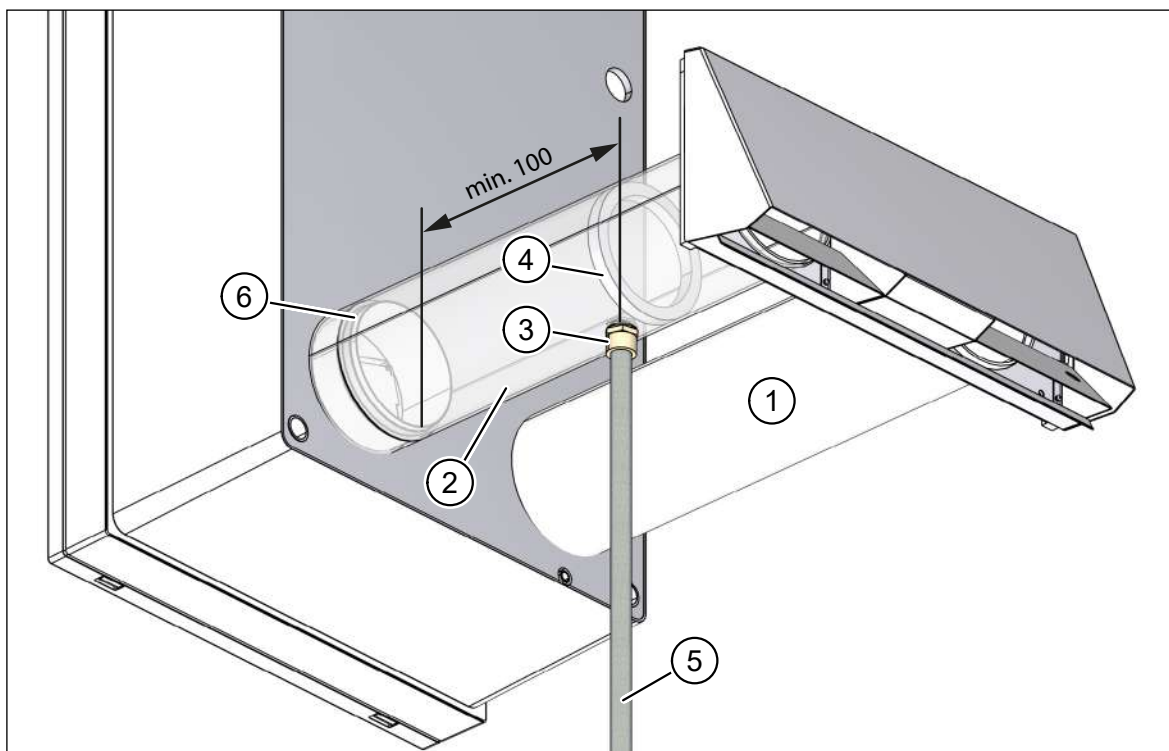

Abb. 34: Kondensatabführung am Fortluftrohr, Maß in Millimeter
- Außenluftrohr, DN 100, 0,5 m (Pos. 1 in Abb. 34)
- Fortluftrohr, DN 100, 0,5 m (Pos. 2 in Abb. 34), mit 1/2"-Außengewindeanschluss (Pos. 3 in Abb. 34) und Barriere (Pos. 4 in Abb. 34) zum Rückhalten des Kondensats.
- Schützen Sie das Kondensatableitungsrohr (Pos. 5 in Abb. 34) in kalten Regionen vor Frost, z. B. durch Verlegung hinter der Fassadendämmung.
- Beachten Sie den Mindestabstand von 100 mm zwischen Kondensatableitungsrohr (Pos. 5 in Abb. 34) und Fortluftstutzen (Pos. 6 in Abb. 34).